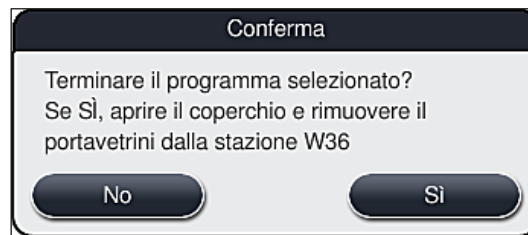

Fig. 93
5. Nel messaggio informativo che segue (→ "Fig. 93"), confermare l'annullamento del programma premendo **Sì** oppure tornare alla schermata dello stato del processo premendo **No**.
Attenersi scrupolosamente a quanto indicato nel messaggio (→ "Fig. 93").